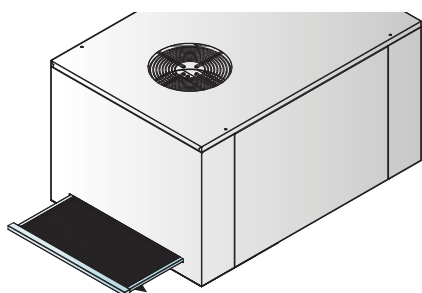

Abb. 10
- Wenn die Maschine die Optionalfunktion Wärmerückgewinnung mit Wärmepumpe, hat säubern Sie den herausnehmbaren Filter (siehe Abb. 10).